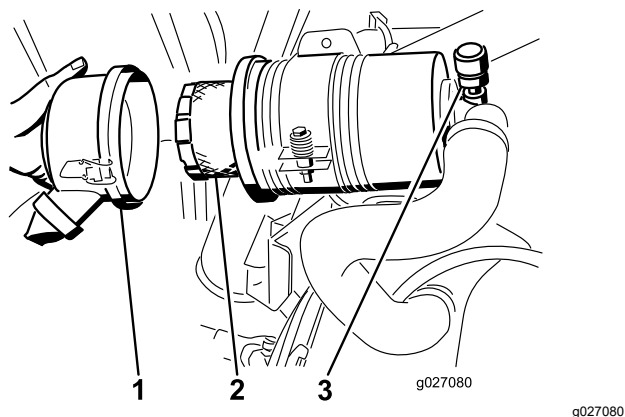

Figura 50
- Togliete il filtro e sostituitelo (Figura 50).